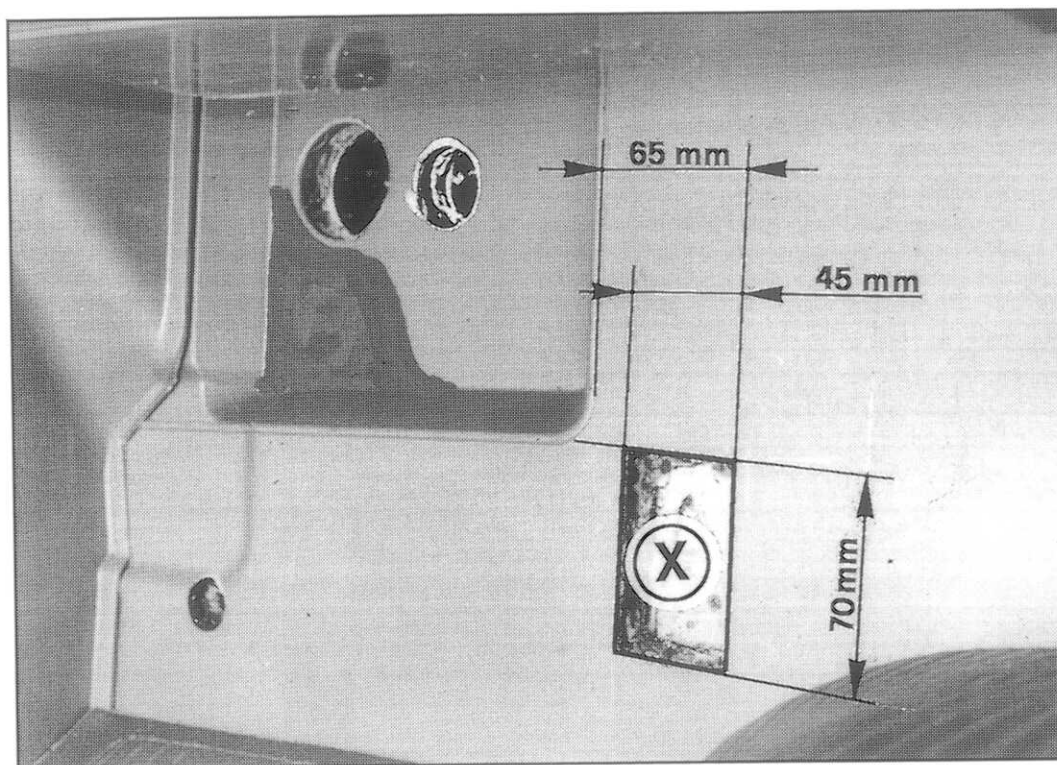

FIG. 24/25
- I** Fissare inferiormente l'evaporatore «35» al paraffiamma in corrispondenza della feritoia «x» precedentemente eseguita (vedi fig. 24/25).
- F** Fixer l'évaporateur «35» du côté inférieur au pare-feu au niveau de la fente «x» précédemment effectuée (voir la fig. 24/25).
- GB** Secure the evaporator «35» lower down to the firewall on the slit «x» previously effected (see fig. 24/25).